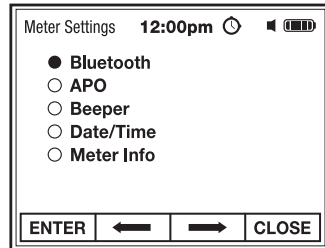

Fig. 21
1. En Ajustes del Medidor, seleccione e INGRESE Fecha/Hora (Fig. 21).
1. En Ajustes del Medidor, seleccione e INGRESE APO (Fig. 21).
1. En Ajustes del Medidor, seleccione e INGRESE Biper (Fig. 21).
2. Utilice los botones de función para seleccionar e INGRESAR el ajuste deseado (Fig. 21).
1. En Ajustes del Metro, seleccione e INGRESE Bluetooth (Fig. 21).